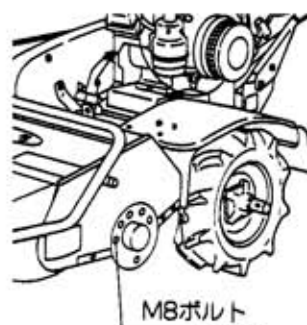

図52
- ④ 左右のM8ボルト5本をゆるめてドラムを取り外してください。
- ドラムを取り外すときは重量がありますので注意してケガのないようにしてください。(図52)